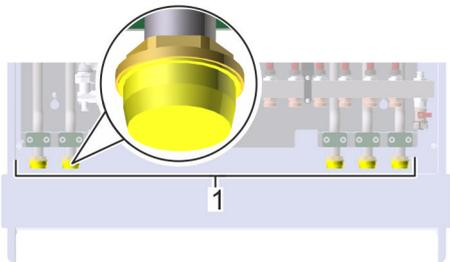

Abb. 43: Schutzkappen entfernen
2. ➤ Schutzkappen der Rohre (Abb. 43/1) entfernen.